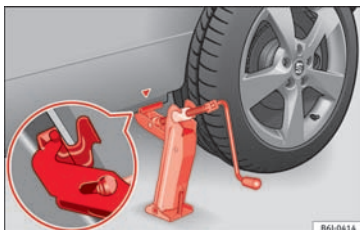

Fig. 66 Sådan sættes donkraften på.
• Stil donkraften, således at dens dorn får fat i den dertil beregnede kant på panelet, og den bevægelige bundplade ligger plant på jorden » » » Fig. 66.